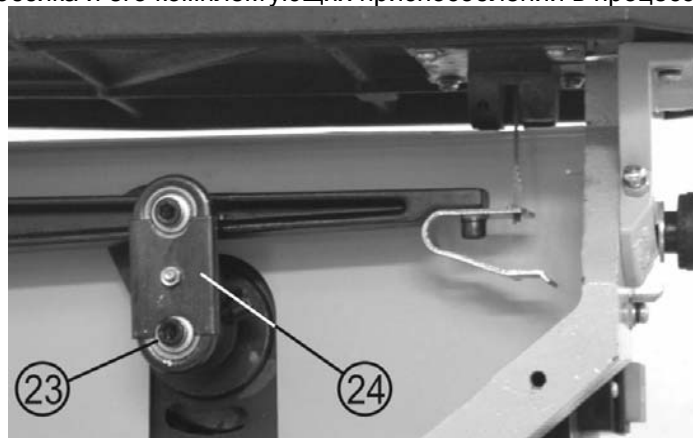

Рис.11
13.1.7. Снимите кожух (14). Через каждые 50 часов работы смазывайте подшипники (23) приводного узла (24), Рис.11, машинным маслом. Предварительно выверните болты с внутренним шестигранником. Очистите лобзик.